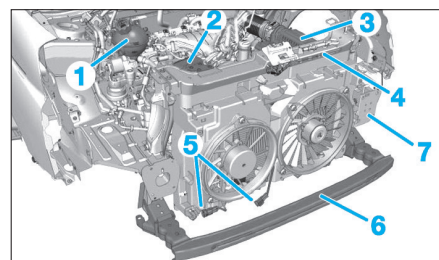

Fig. 67
- le vase d'expansion du circuit de refroidissement (1) (Fig.67),